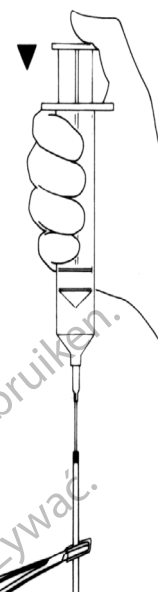

Abbildung 4-4b. Nadel in Schlauch einföhren
6. Manschette je nach Größe mit 1 bis 5 ml der empfohlenen Fülllösung füllen (**Abbildung 4-4b**).